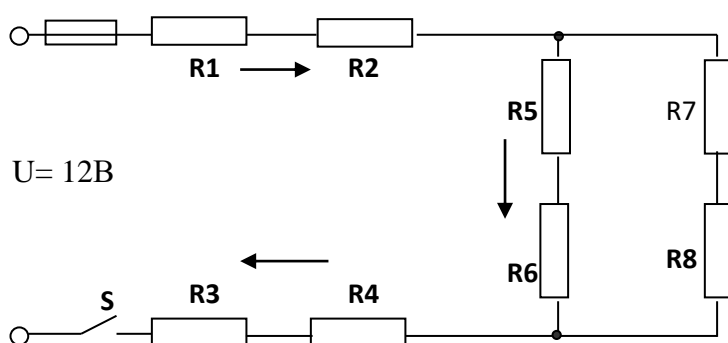

Рисунок 1
2. На монтажной плате составить схему Рисунок 1,